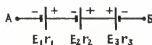

Рис. 2.
**Пример 1.** В батарее, изображенной на рис. 2,  $E_1 = 10$  в,  $r_1 = 5$  ом,  $E_2 = 8$  в,  $r_2 = 10$  ом,  $E_3 = 15$  в,  $r_3 = 3$  ом. Найти э. д. с. и внутреннее сопротивление батареи.